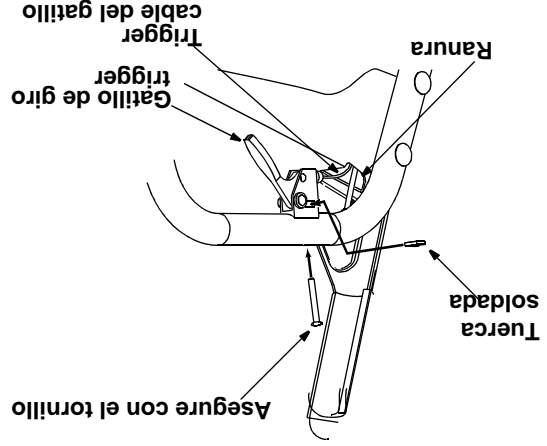

Figura 13
- Coloque en posición el gatillo de giro a la derecha debajo del mango derecho. Asegure con el tornillo y suelde la tuerca del Grupo H del conjunto de ferreteria. Vea la Figura 13. Usted necesitará un destornillador phillips para ajustar el tornillo.